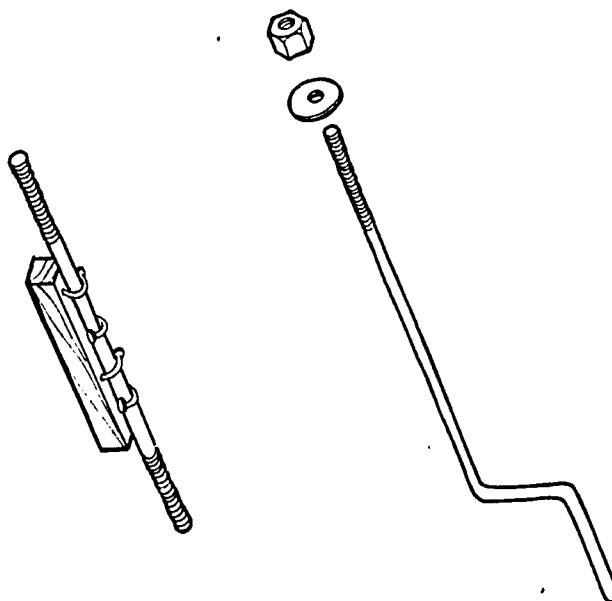

FIG. 78
5. L'une des extrémités des boulons devrait être façonnée en forme de manivelle (fig. 78).
8. Enfoncer à moitié quelques clous dans les cales d'écartement, puis les rabattre sur un boulon comme le montre la figure 78. Lorsqu'on montera le coffrage on fera passer les boulons dans les crochets ainsi formés, ce qui maintiendra la cale en place pendant qu'on serre les boulons.